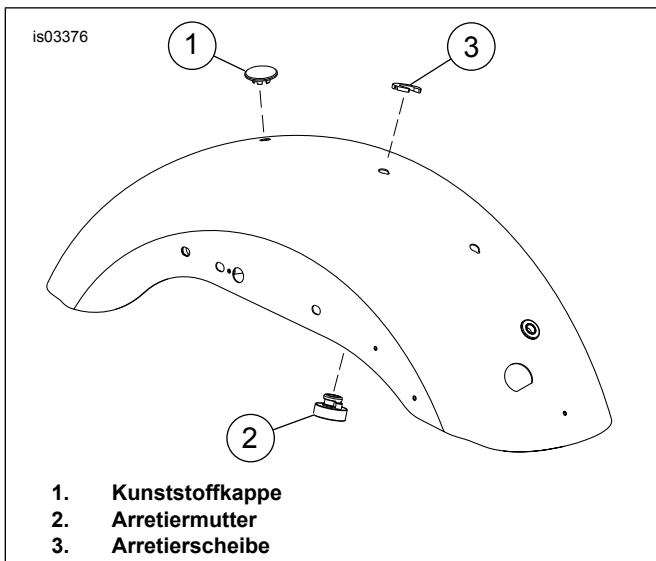

Abbildung 2. Arretiermutter und Kunststoffkappe (Einzelsitze)
- Für XL883- und XL883L-Modelle:** Siehe Abbildung 2. Kunststoffkappe (1) vom hinteren Schutzblechloch abbauen und aufbewahren.
- Arretiermutter (2) und Unterlegscheibe (3) aus dem mittleren Loch im Schutzblech ausbauen.